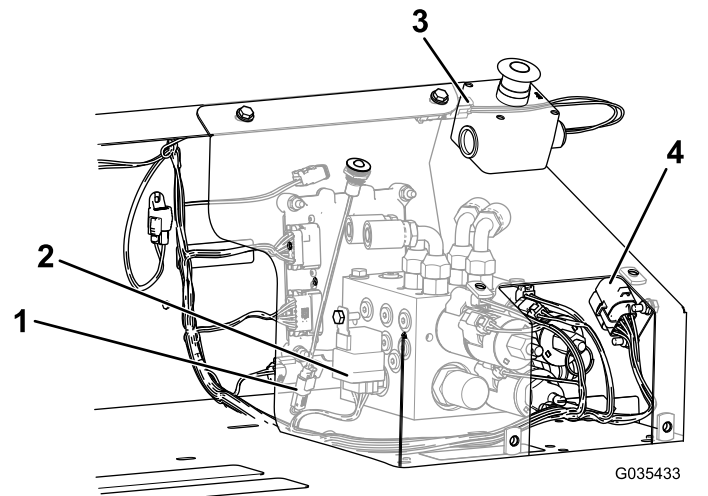

Рисунок 19
10. Вставьте соединители жгута проводов, предназначенные для кнопки аварийного останова, реле, диагностического индикатора и блока предохранителей, в соответствующие переходники, как показано на Рисунок 19.